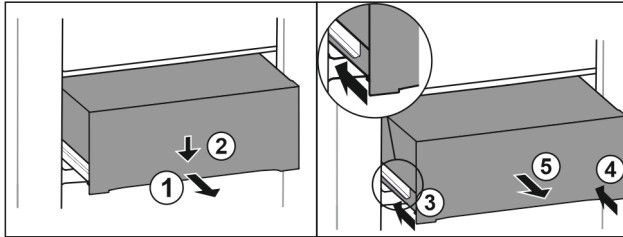

Fig. 120
- Vedä laatikko puoliväliin ulos. Fig. 120 (1)
- Paina vetolaatikkoa etupuolelta alaspäin. Fig. 120 (2)
- Työnnä vasenta kiskoa noin 2 cm sisään. Fig. 120 (3)
- Työnnä oikeaa kiskoa noin 2 cm sisään. Fig. 120 (4)
- Poista vetolaatikko vetämällä sitä eteenpäin. Fig. 120 (5)